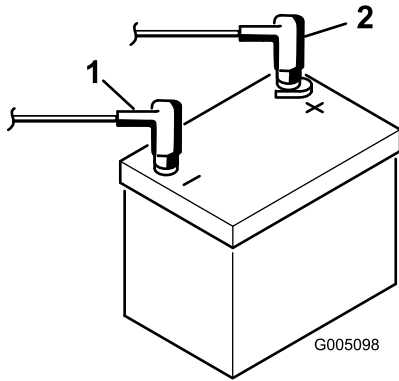

Figura 6
2. Ligue o cabo positivo da bateria (vermelho) que parte do solenóide de arranque ao pólo positivo (+) da bateria (Figura 6). Fixe-a com uma chave de porcas e